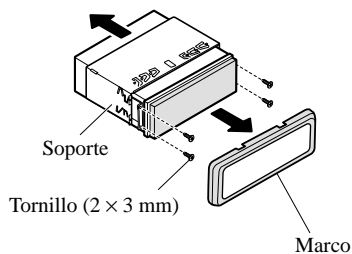

Fig. 10
- Quite el marco y el soporte. (Fig. 10)